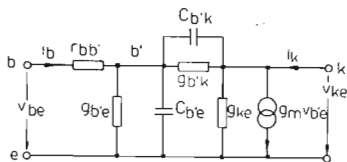

Fig. 3. Hybrid- π -schemat för transistorn i JE-koppling. För Philips HF-transistor OC 44 gäller vid $I_c = 1$ mA och $V_k = 6$ volt följande data:
vidsträckt användning, är hybrid- π -schemat, vilket visas i fig. 3. Elementen i detta schema bildar konturen av ett π , med undantag av basmotståndet $r_{bb'}$, som stör konfigurationen (härav namnet hybrid- π). $r_{bb'}$ medför att det
Tab. 3. Beräknade y -parametervärden för transistor OC 44 (ekvivalent schema enligt fig. 3) vid $f = 455$ kHz
blir något mer arbetsamt att uppställa småsignal-parametervärdena. Formler för beräkning av Y -parametervärdena har härför sammanställts i tab. 2. I tab. 3 har som exempel sammanställts beräknade Y -parametervärdena för en transistor OC 44 (Philips) enligt de data, som framgår av bildtexten i fig. 3. Nedan anges även formler, ekv. (8)–(12), för några sekundära storheter, uttryckta i hybrid- π -schemats element.
mera generella analyser förmånligare att arbeta med småsignalparametrarna (i komplex form). I den fortsatta behandlingen kommer härför endast fyrpolparametrar att användas. Ett ekvivalent schema, som fig. 3, eller en grafisk framställning av parametervärdena, som i fig. 2, ger dock redan vid en ytlig betraktelse en uppfattning om transistorns egenskaper vid högre frekvenser.